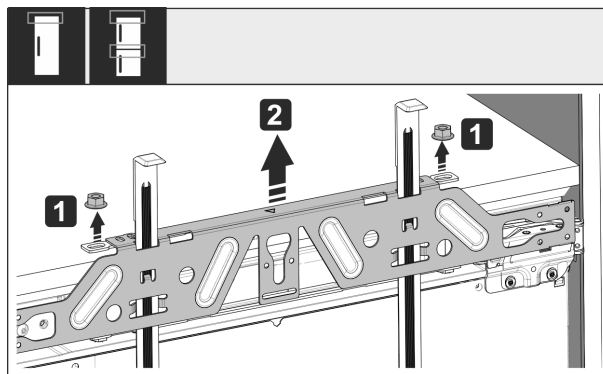

Fig. 53
- ▶ Povolte pojistné matice Fig. 53 (1).
- ▶ Sejměte upevňovací příčník Fig. 53 (2).